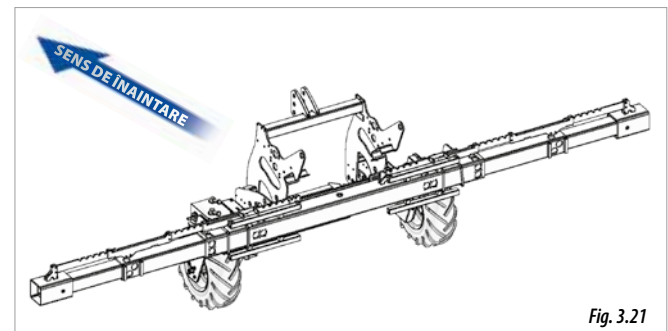

Fig. 3.21
- TELESCOPIC DUBLU VARIANT (Fig. 3.21).